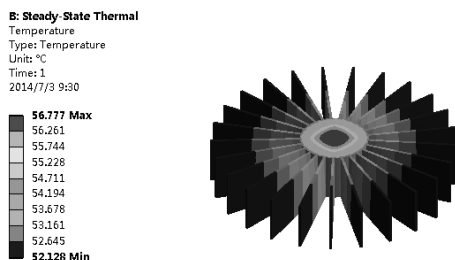

图 12-78 温度分析云图
2) 温度分析云图。在【Outline (分析树)】中选择【Solution (B6)】节点，单击其下的【Temperature】项  Temperature，在图形窗口显示温度分析云图，如图 12-78 所示。